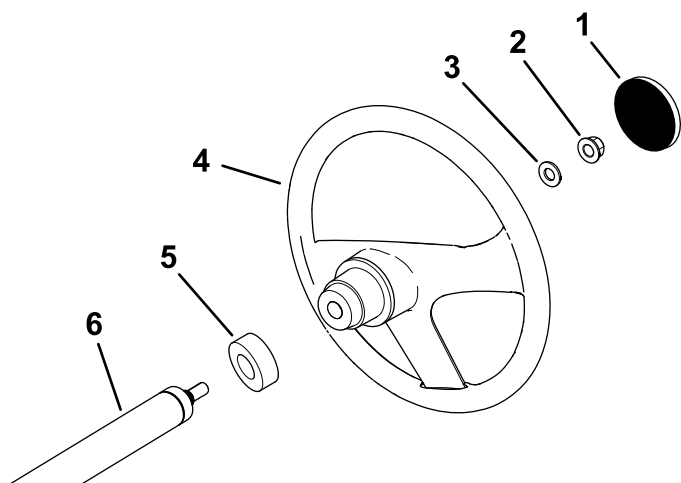

Figura 3
1. Se a tampa estiver instalada, retire a tampa do cubo do volante (Figura 3).
2. Retire a porca de bloqueio (½ pol.) e a anilha do eixo da direção (Figura 3).
3. Encaixe o volante, cobertura antipoeira e a anilha (½ pol.) no eixo da direção (Figura 3).
5. Instale a cobertura no volante (Figura 3).